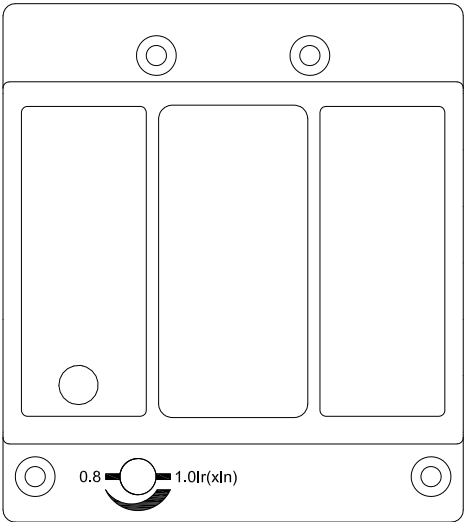

图2 (125)
2. XXXXRT系列机械可调断路器的标牌(见图2、3、4)